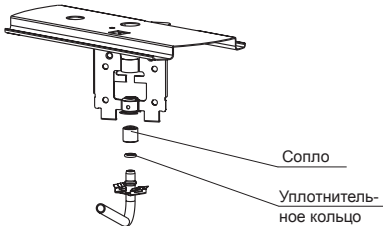

рис. 13
### 19.1. Проведение замены сопла при ремонте, а также при переводе на другой тип газа (рис.13, 14, 15, 16)
- Для плит GM 4M41 001, GM 4M42 002, GM 4M42 008 (рис. 13):